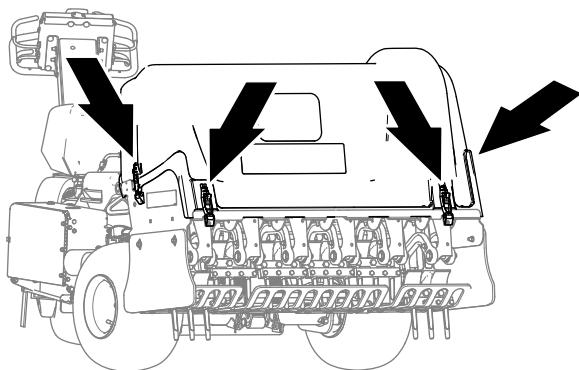
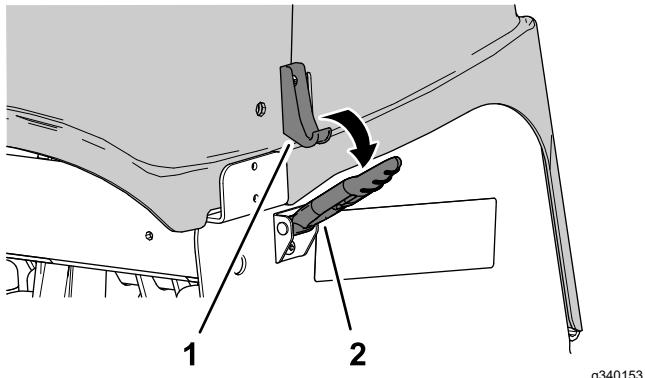

图 148
图 150
4. 打开 4 个闩锁位置处的打孔头盖板的闩锁 图 148 和 图 150。